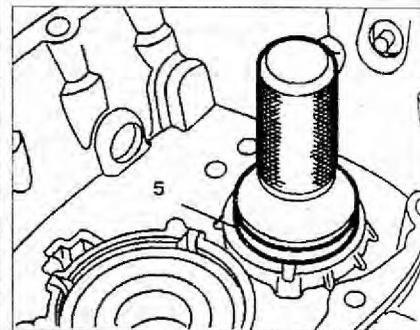

Рис. 4.18. Нагрейте седло под наружное кольцо конического роликового подшипника до 100 °С и запрессуйте наружное кольцо 5 конического роликового подшипника.
7. Нагрейте седло под наружное кольцо конического роликового подшипника до 100 °С и запрессуйте наружное кольцо 5 конического роликового подшипника (рис. 4.18). После остывания запрессуйте его окончательно. Крышка коробки передач должна находиться в горизонтальном положении.